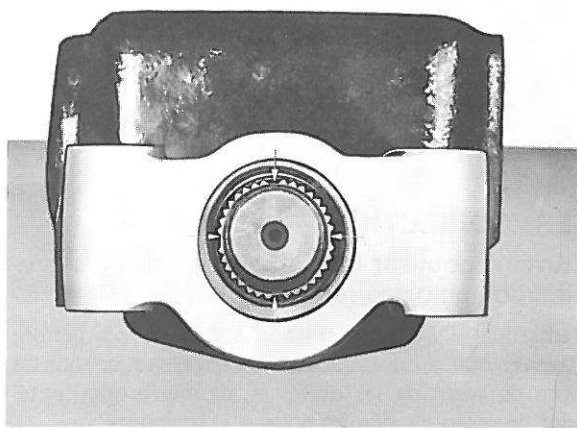

Figure 72. Réglage de l'axe porte-secteur
1. Tourner la vis sans fin de direction jusqu'à la position extrême de droite, ensuite de $2 \frac{1}{2}$ tours en arrière. Elle sera alors placée en position centrale, ce qui peut être contrôlé sur les entredents de l'axe porte-secteur, figure 72.